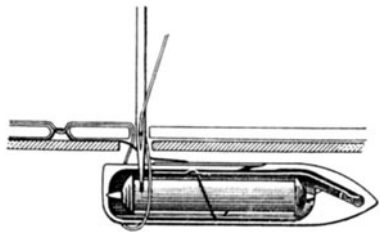

Abb. 11.
**Stichbildung:** (Abb. 11). Das Schiffchen fängt die Oberfadenschlinge, erweitert sie und gleitet gänzlich hindurch, den Spulenfaden mit sich führend. Die aufwärts gehende Nadel zieht die Schlinge, welche nun vom Unterfaden gefangen ist mit, der Fadengeber zieht sie fest im Stoff zu.